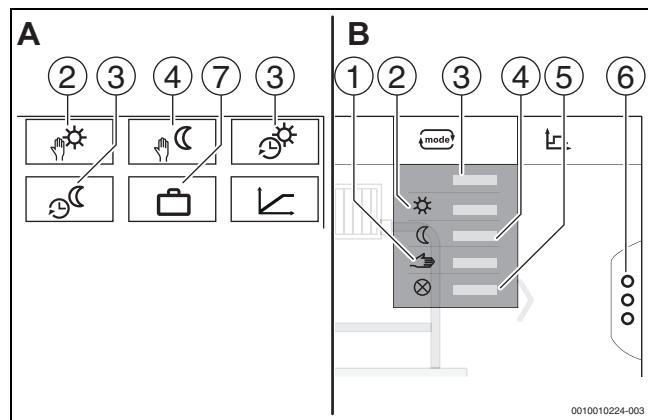
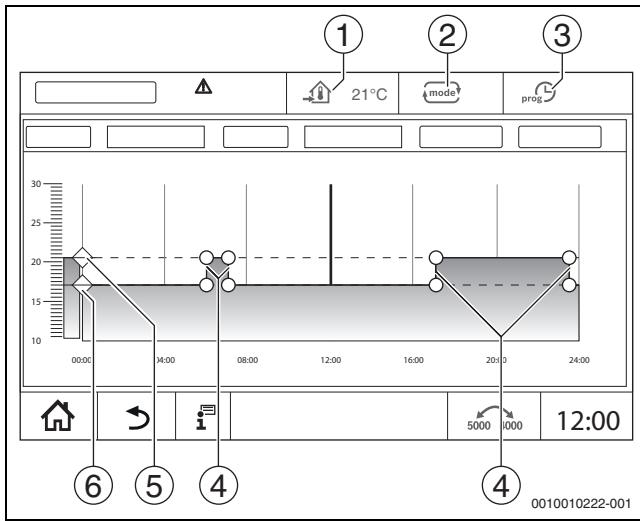

Рис. 40 Виды режимов работы
Рис. 41 Изменение Автоматический пониженный режим во временной программе
Для режимов работы (→ рис. 41, [2], стр. 73) и расширенных функций (→ рис. 40, [6], стр. 40) можно задать собственные температуры и критерии переключений. Настройки можно выполнять отдельно для каждого отопительного контура и для каждого режима работы.
- **Ручной режим отопления** (→ рис. 40, [2])
- **Ручной пониженный режим** (→ рис. 40, [4])
- **Отпуск** (→ рис. 40, [7])
Автоматический режим отопления предварительно задается через параметры в сервисных меню. Параметры можно изменить в программе работы по времени (→ рис. 41, [4], [5], стр. 73).
Автоматический пониженный режим предварительно задается через параметры в сервисных меню. Параметры можно изменить в программе работы по времени (→ рис. 41, [4], [6], стр. 73).
- Измените значения температуры смещением точек (→ рис. 41, [5], [6]).